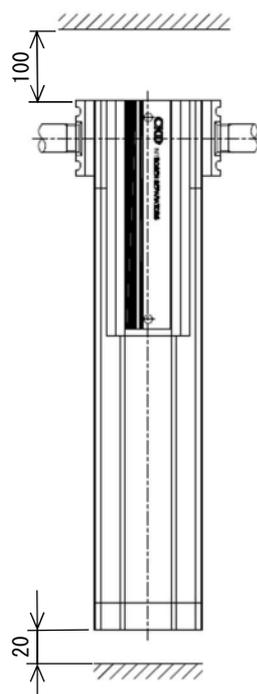

図 3
- 3) 分解掃除の際、部品が取り外しできる様に上面 100mm 以上、下面に 20mm 以上のスペースを取ってください。（図 3 参照）